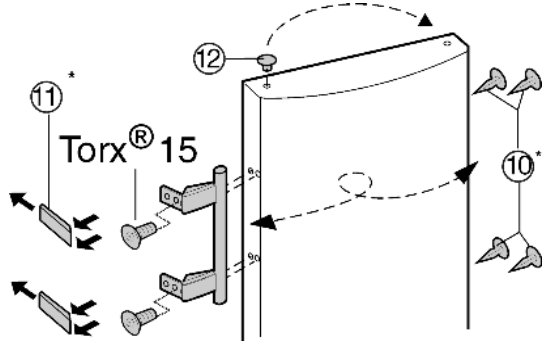

Fig. 8
- ▶ Løft pluggen Fig. 8 (12) ut av dørens lagerhylse, og sett den over på den andre siden.
- ▶ Demonter pluggene Fig. 8 (10) og trykkplatene Fig. 8 (11), og sett de over på motsatt side.